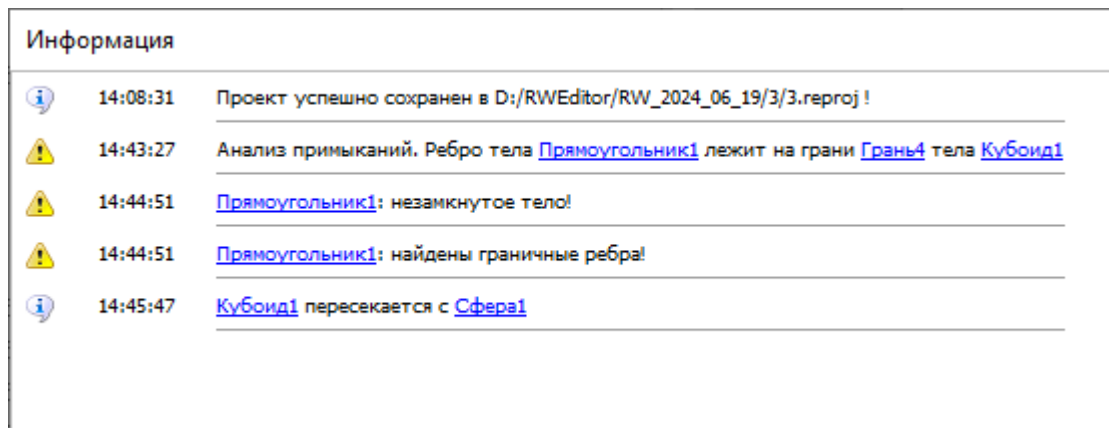

Рис. 144
16.5.3. Окно «Информация» показано на рис. 144.